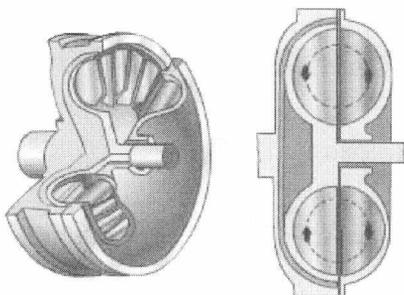

图 1-3 液力耦合器
(2) 液力耦合器:指利用液体传递转矩的离合器,多用于自动变速器,如图 1-3 所示。